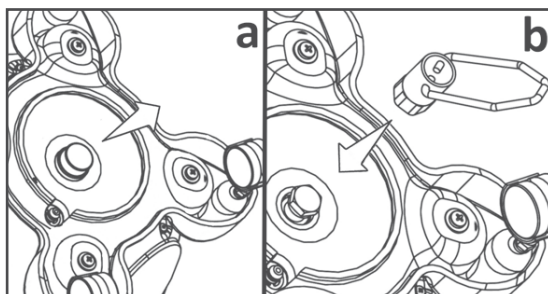

FIG. 12
1) L'operazione di svuotamento deve avvenire con apparecchio posto in posizione verticale su piano stabile e scollegato da rete elettrica. Prima di procedere assicurarsi inoltre che la macchina sia fredda e non in pressione. La frequenza è suggerita dall'utilizzo e dal tipo di durezza dell'acqua; deve comunque essere effettuata non oltre 1-3 mesi. Rimuovere il cappuccio di protezione (Fig. 12a), dopodichè svitare completamente il tappo drenaggio della caldaia, posto sul fondo dell'apparecchio, mediante la chiave a tubo esagonale (fig. 12). A svuotamento ultimato riavvitare il tappo del drenaggio.